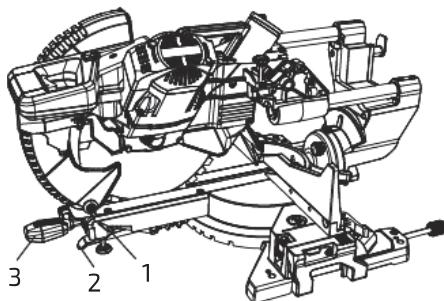

Рис. 38
1. Разблокировать поворотный стол, подняв рычаг блокировки кулачка (1) вверх (рис. 38).
2. Удерживая блокирующий рычаг (2) в верхнем положении, повернуть стол на требуемый угол вправо или влево с помощью рукоятки поворота (3).
3. Отпустить рычаг блокировки неподвижного упора (2) и зафиксировать рукоятку поворота под требуемым углом. Убедиться, что рычаг зафиксировался на месте. Рычаг возвращается на место, только если стол встает на один из девяти неподвижных упоров.
4. Когда необходимый угол для торцового пиления установлен, опустить рычаг блокировки кулачка (1) для фиксации поворотного стола.
5. Если нужный угол не входит в число девяти неподвижных упоров, указанных выше, стол можно зафиксировать под нужным углом, опустив рычаг блокировки кулачка (1).